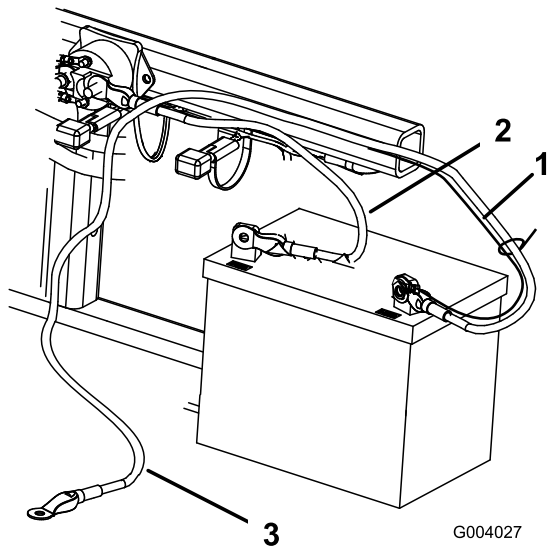

图 6
2. 用螺栓 $\frac{1}{4} \times \frac{5}{8}$ 英寸和锁紧螺母将正极接线红色固定到正极+端子 图 6。